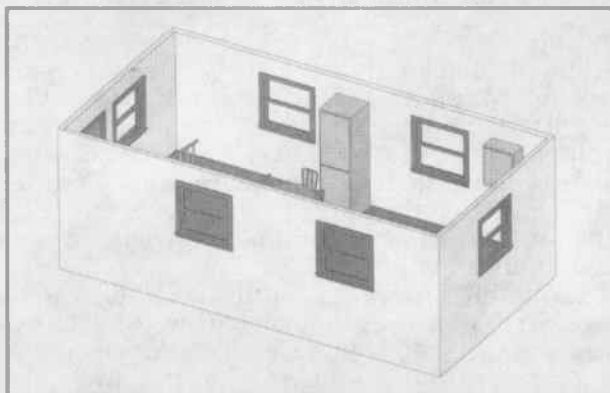

Рис. 72. Вигляд приміщення
4. Обирають символ угорі екрану із завданням «показати 3D вигляд усього поверху» (рис. 72).